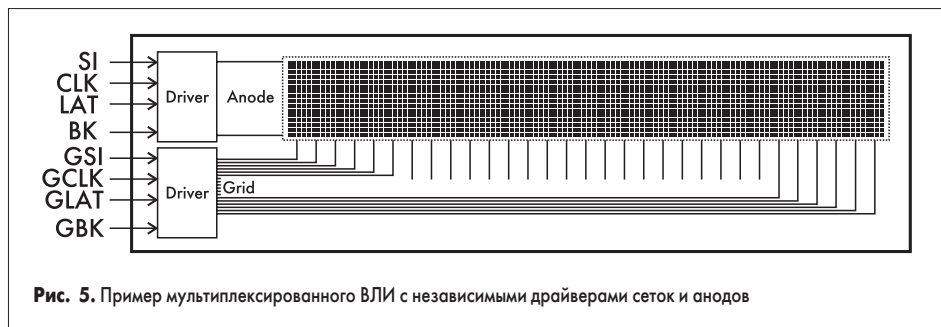

Рис. 5. Пример мультиплексированного ВЛИ с независимыми драйверами сеток и анодов
- Мультиплексированный ВЛИ с независимыми драйверами сеток и анодов (рис. 5): аноды и сетки имеют отдельные драйверы, поочередно подключающие соответствующие электроды. Применение независимых драйверов требует большего количества кристаллов, но это оправданно для ВЛИ с большим количеством сегментов, например, графических.